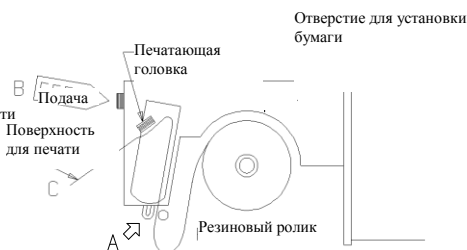

Рисунок 2
- 10.2.3 Осторожно вставьте бумагу лицевой стороной вниз в просвет для ввода бумаги (А)(рис. 2). Нажимайте на клавишу подачи бумаги (В) до тех пор, пока последняя не выйдет из печатающей головки (С).